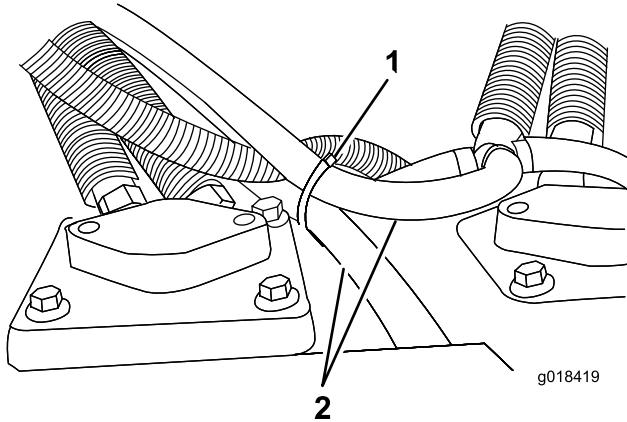

Figure 5
- Retirez et mettez au rebut les serre-câbles qui attachent les flexibles basse pression (Figure 4 et Figure 5).